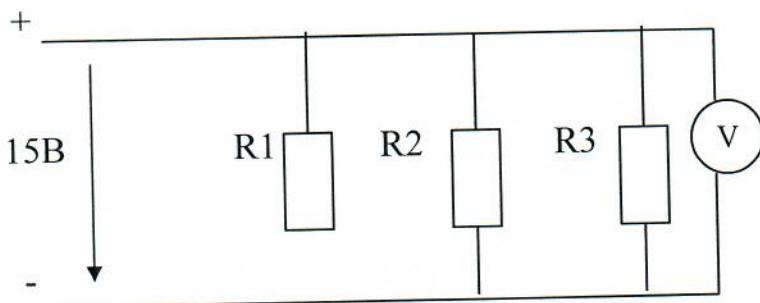
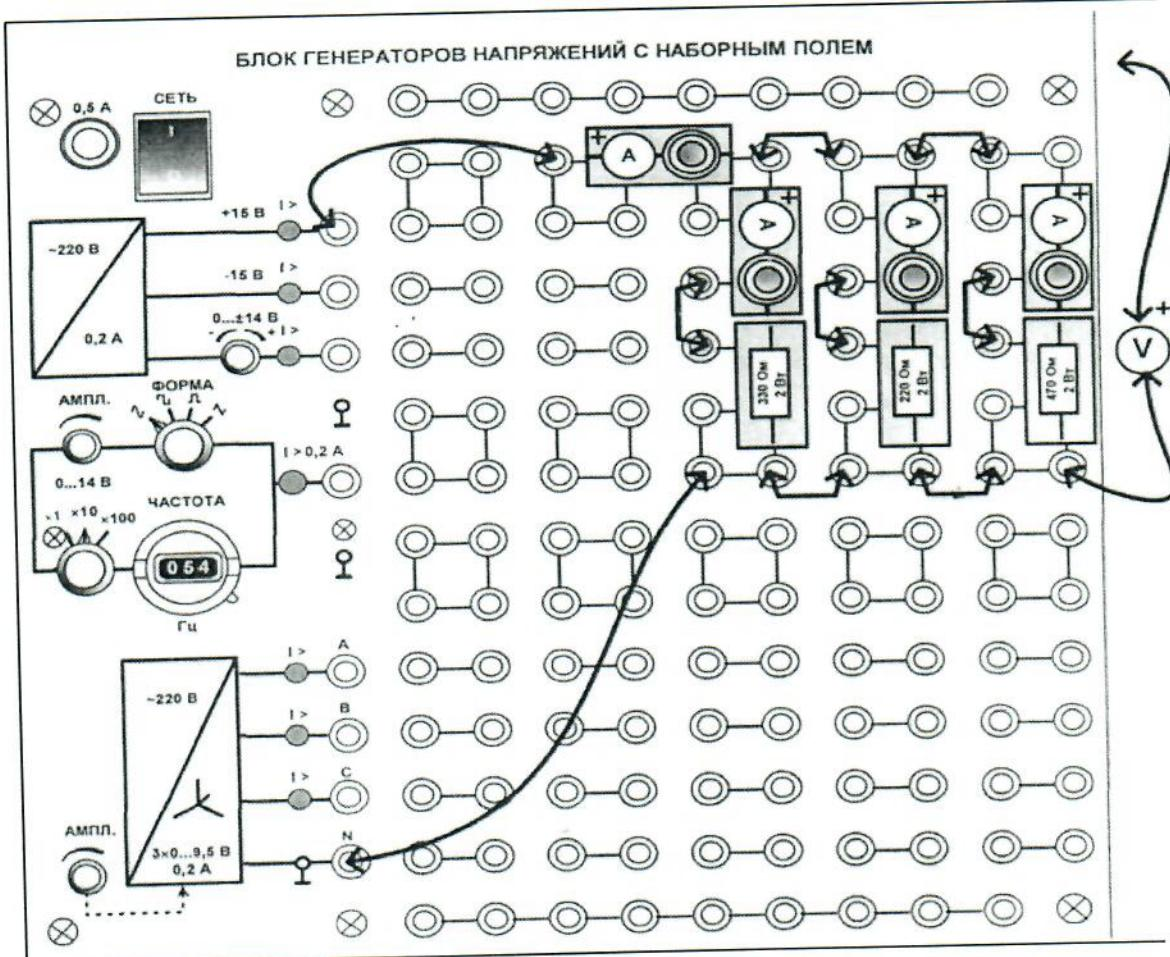

Рисунок 6.1 – Принципиальная схема
Рисунок 6.2 – Монтажная схема
Если резисторы или любые другие нагрузки соединены параллельно (рисунок 6.1), все они находятся под одинаковым напряжением.
- Соберите цепь в соответствии с принципиальной схемой (рисунок 6.1) и монтажной схемой (рисунок 6.2), вставив последовательно с каждым из резисторов (330, 220 и 470 Ом) специальные миниблоки для подключения амперметра